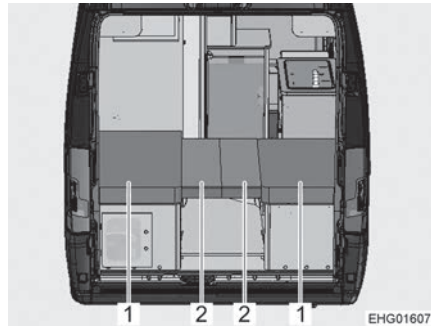

Bild 85 Efter ombyggnaden
- Lägg de två sittdynorna (Bild 85,1) på sittbänkarna och de två ryggdynorna (Bild 85,2) på utdragsribbotten.